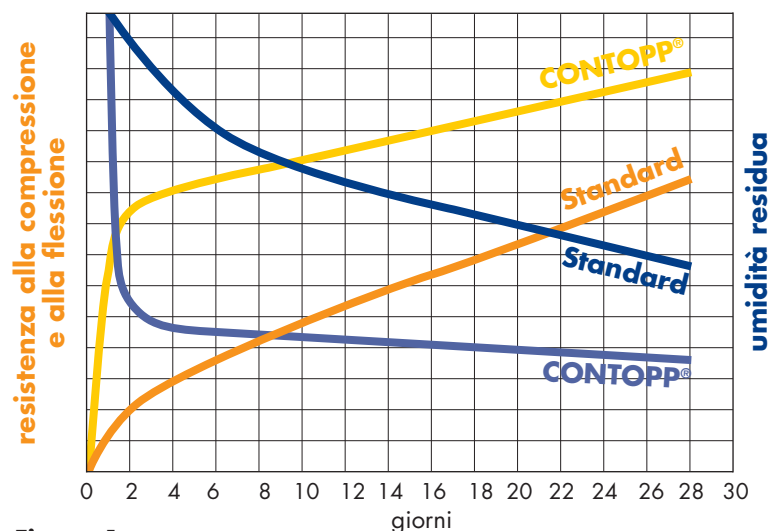

Figura 1
- Con la combinazione di prodotti della serie CONTOPP® le caratteristiche di essiccazione, resistenza e lavorabilità vengono influenzate positivamente (figura 1).
- Utilizzando i prodotti CONTOPP® i parametri tecnici (sviluppo della resistenza e risparmio d'acqua) si distinguono positivamente da una miscela standard anche con l'impiego di CEM II e materiali inerti problematici (figura 1).